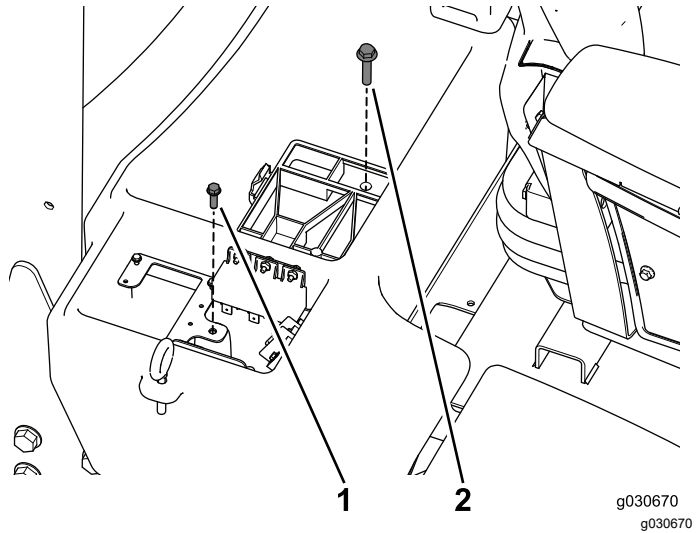

Figure 5
4. Retirez et conservez la vis de fixation de la plaque de renfort et le boulon de fixation du compartiment de la batterie (Figure 5).